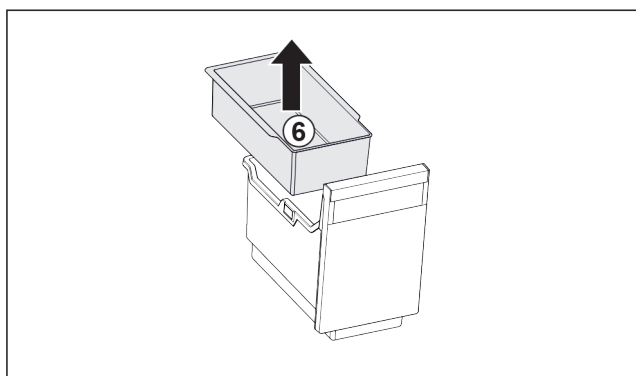

Fig. 83
- ▶ Retirer le Fig. 83 (6) balconnet pour glaçons.